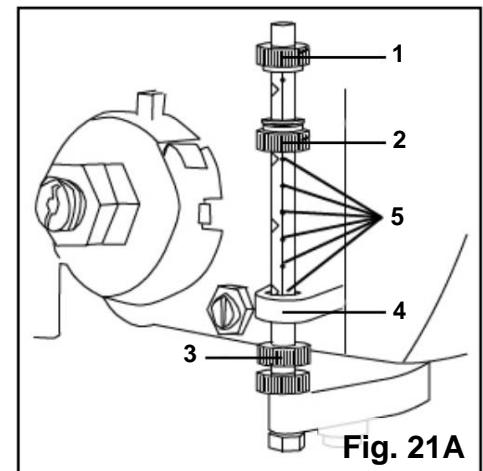

Fig. 21A
JUSTERA BORRDJUPET (FIG. 21A)
1. Vrid den nedre djupskalans vredet (fig. 21A - 2) tills botten av vredet är i linje med önskat djupmärke (fig. 21A - 5) på mätskalan.
2. Vrid djupskalans låsknapp (fig. 21A - 1) tills den möter den nedre djupskalans vredet (fig. 21A - 2). Chucken stannar efter att ha körts nedåt till det valda avståndet.
2. Vrid den nedre djupvredet (fig. 21A - 3) tills den vilar mot botten av metallmäterstödet (fig. 21A - 4).